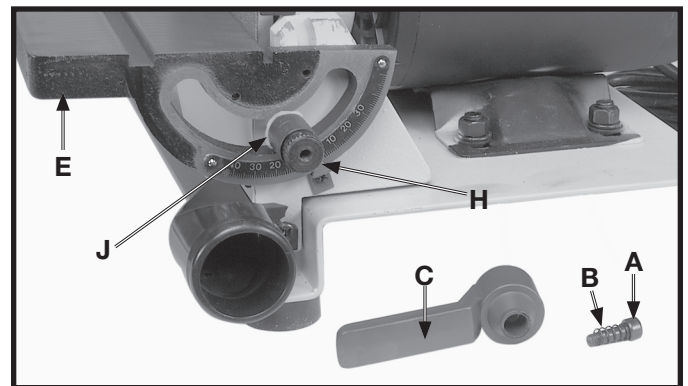

Fig. 15
4. Utilizando el gorrón de cierre (H) Fig. 15, del conjunto de la agarradera, y la arandela plana (J), enrosque el gorrón de cierre (H) en el agujero roscado de la estructura de la base para sostener el conjunto de la mesa (E) en su sitio, como se ilustra aquí.
5. Ensamble la agarradera (C) Fig. 15 al gorrón de cierre (H) y afiáncela con un tornillo (A) y el resorte (B).